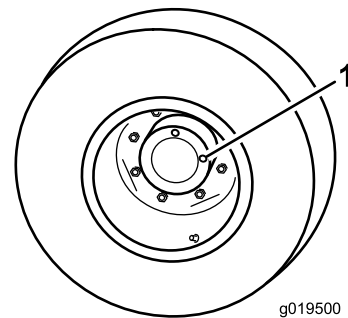

Bild 15
1. Wenn die Maschine auf einer ebenen Fläche steht, positionieren Sie das Rad so, dass eine Prüfschraube (Bild 15) auf 12 Uhr und die andere auf 3 Uhr steht.
1. Prüf-, Ablassschraube (2)
2. Entfernen Sie die Schraube, die auf 3 Uhr steht (Bild 15). Der Ölstand sollte an der Unterkante des Prüfschraubenlochs liegen.